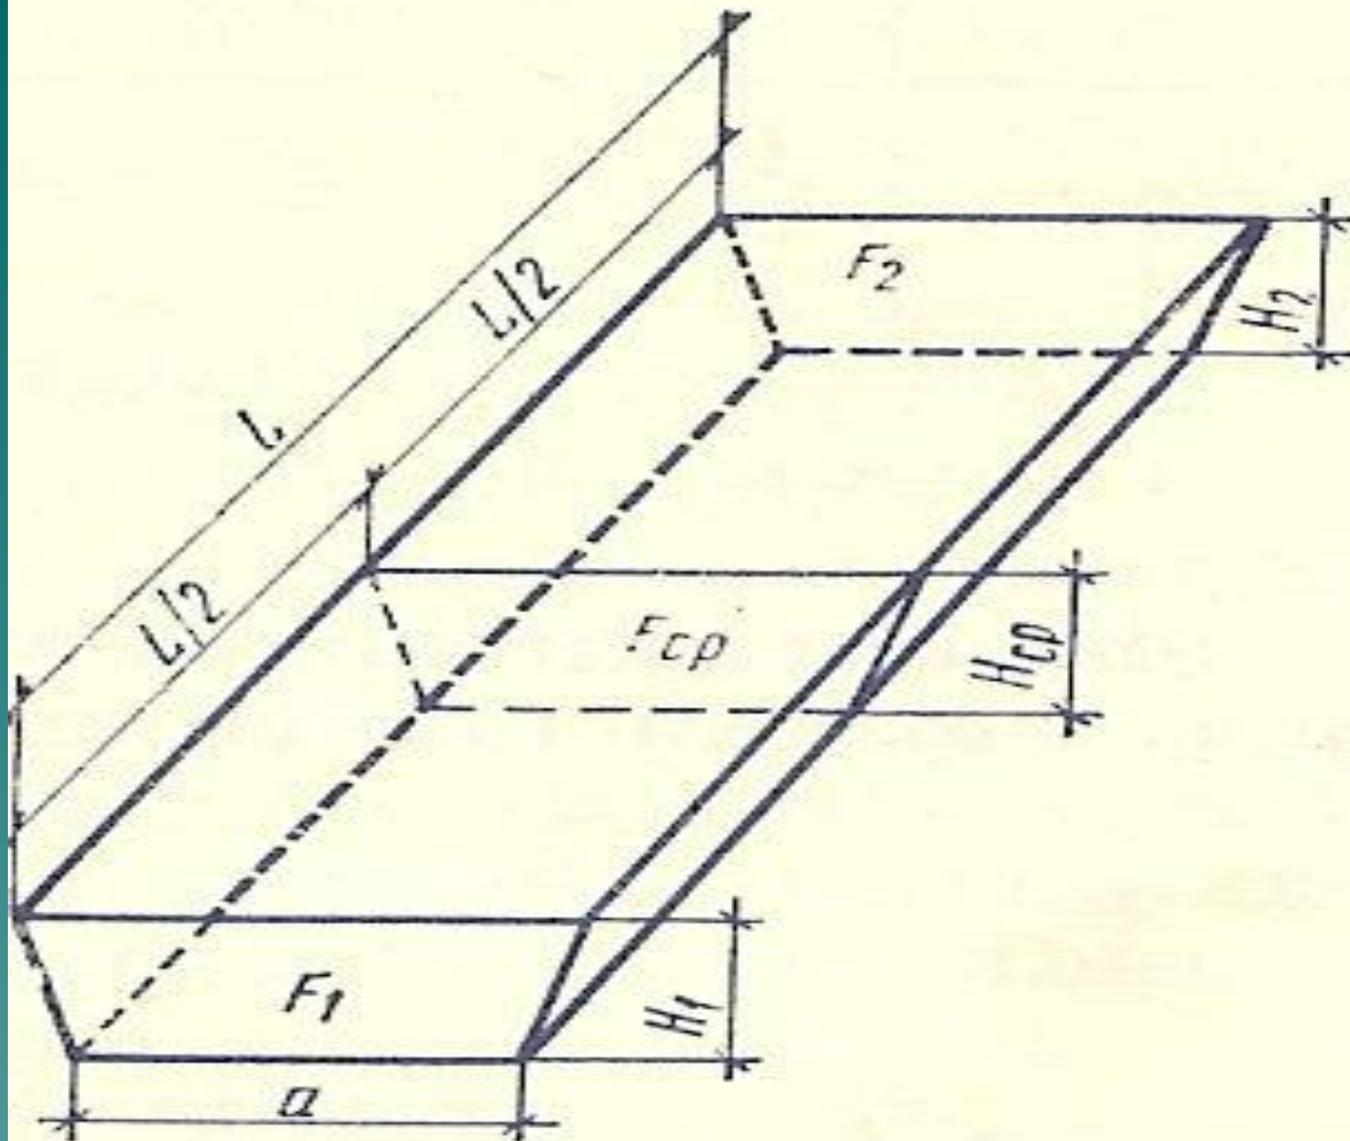

Рис. 2. Схема для определения объема траншеи
- ◆ Объем траншеи можно определить по формуле Винклера (рис. 2)